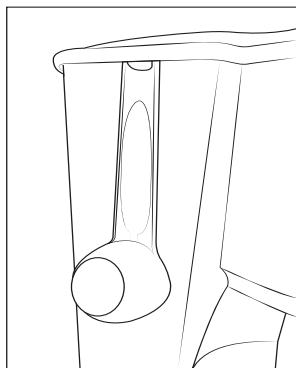

Fig. 4
- 1) Si vous n'utilisez pas l'appareil pendant une période prolongée, assurez-vous qu'il ne reste plus de café moulu dedans ainsi que dans le filtre permanent ⑬.
- 3) Poussez le cordon d'alimentation dans le compartiment de rangement du cordon ⑧.
- 4) Placez la cuillère doseuse ⑫ pour la ranger dans la verseuse ⑥. Vous pouvez également accrocher la cuillère doseuse ⑫ au bord du réservoir à eau ⑩ (voir fig. 4) :